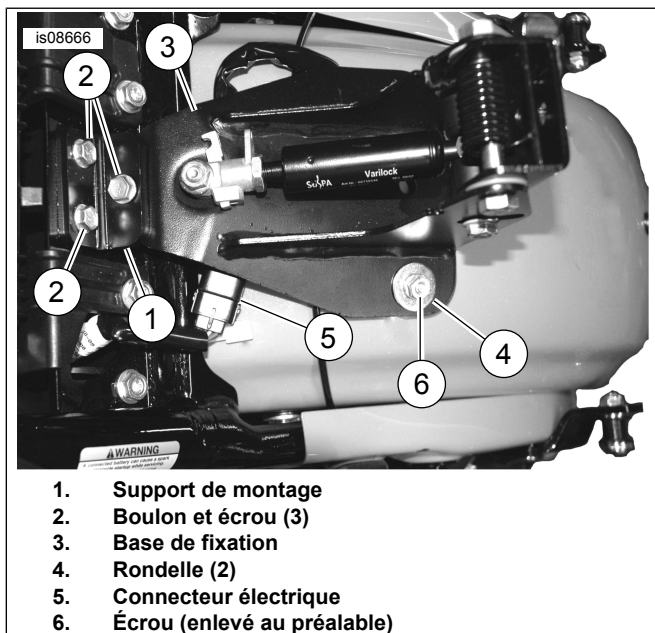
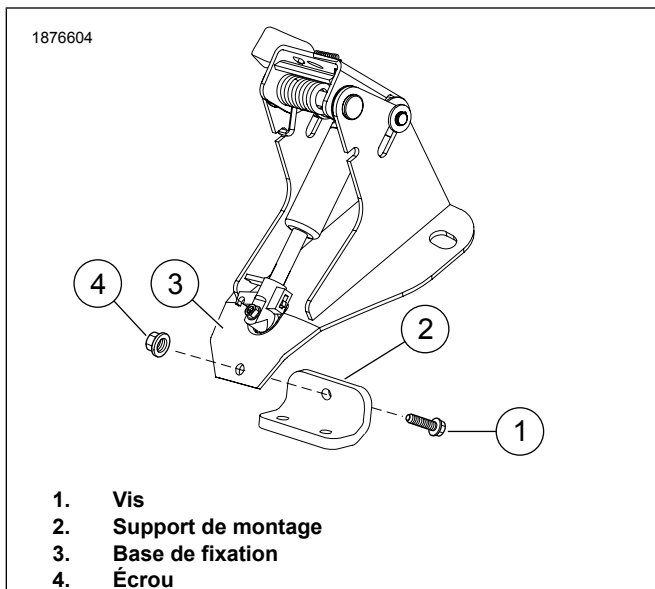

Figure 6. Installez le support du dossieret
Figure 7. Option d'installation alternative pour le support de montage
6. Voir la figure 6. Mettre le support de fixation (1) en place et installer les vis et les écrous (2) comme indiqué. Laisser les fixations desserrées. S'assurer que le connecteur électrique bouge sans frottement.
- a. Voir Figure 6 et Figure 7. Si le connecteur électrique (5) entre en contact avec la base de montage (3), déplacer le support de montage (1) derrière la base de montage (3).
b. Installer une vis (1) et un écrou (4).
7. Placer les rondelles (4) et les écrous (6). Serrer.